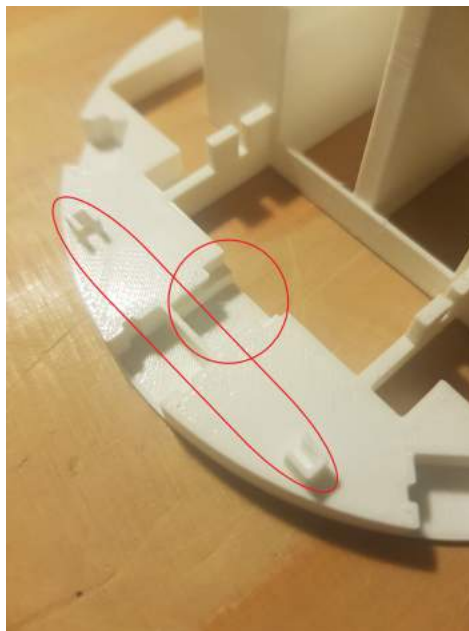

FIGURE 6 – Emplacements pour un capteur à ultrasons et un capteur de proximité orienté vers le sol
9. Optionnel : placer le capteur à ultrasons sur le support prévu à cet effet (cf figure 6).
10. Optionnel : placer le capteur de proximité à l'emplacement prévu à cet effet (cf figure 6).